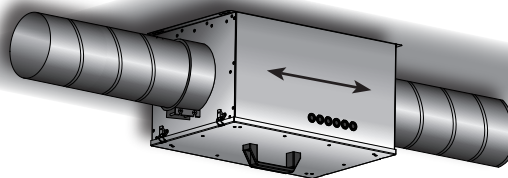

**Рис. 5.**
- Выберите место установки так, чтобы обеспечить удобный доступ для технического обслуживания, чистки и демонтажа. Для выполнения технического обслуживания, например, смены фильтра, расстояние между агрегатом и другими устройствами, полками или шкафами должно быть не меньше, чем высота агрегата + 5 см (см. рис. 5).